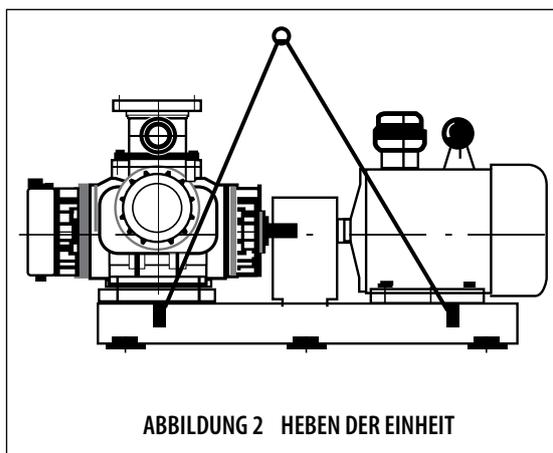

ABBILDUNG 2 HEBEN DER EINHEIT
3. Beim Heben der Pumpenanlage (einschließlich Motor) muss die Kette am Haken der Grundplatte befestigt werden. Achten Sie darauf, dass die Leitungen oder angebrachte Vorrichtungen nicht beschädigt werden. Siehe Abbildung 2.